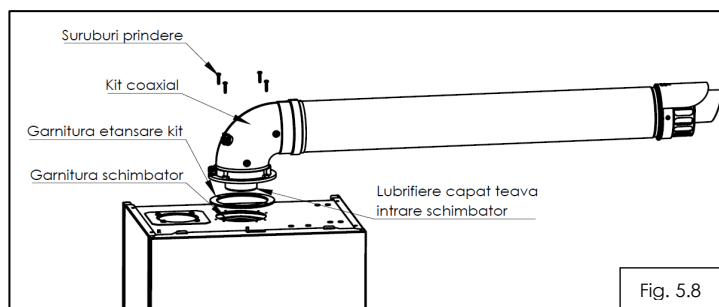

Fig. 5.8
Pentru instalarea facila a kitului este necesar lubrifierea capatului cotului (4) la partea de intrare in centrala, utilizati numai apa sau sapun comercial comercial standard. Lubrifierea este necesara pentru a nu deplasa garnitura de evacuare de pe schimbatorul principal de caldura (fig. 5.8).